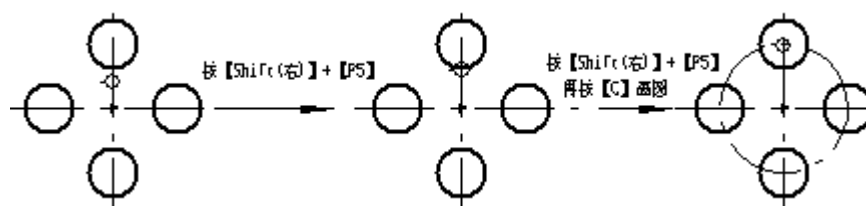
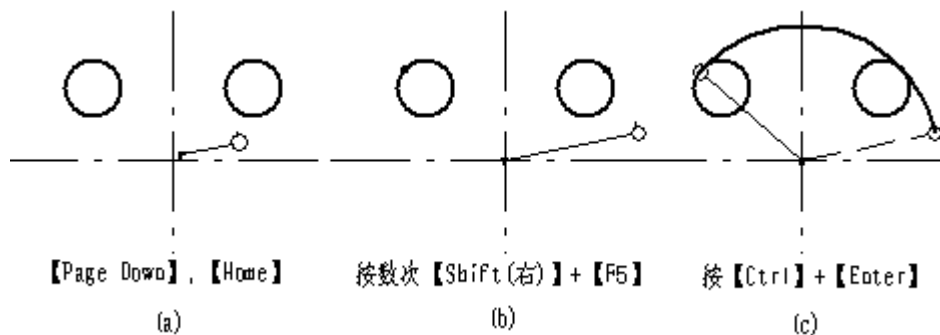

图 4.1-30
图 4.1-31
- ① 设置半径为给定值：在设置工具栏的半径栏中直接输入半径值或按数据键后，按【A】（绝对量键）再按【F5】或【F6】，半径变为给定长度；
- ② 增加(减小)1mm：直接按【F5】（【F6】），半径增加(减小)1mm；
- ③ 增加(减小)10mm：按【Shift(左)】+【F5】（【Shift(左)】+【F6】），半径增加(减小)10mm；
- ④ 增加(减小)给定长度：键入一个数据再按【F5】（【F6】），半径增加(减小)给定长度；
- ⑤ 、 两种画圆(弧)方式按【Shift(右)】+【F5】（【Shift(右)】+【F6】）键，半径增加(减小)至圆弧刚好通过已有图素的特征点(对准)。如图 4.1-30所示点划线圆可用此功能方便地画出，操作过程如图所示。用此功能还可方便地作出圆心给定且与已有图素相切的圆弧(称为半径增减切圆)，操作过程如图 4.1-31所示。